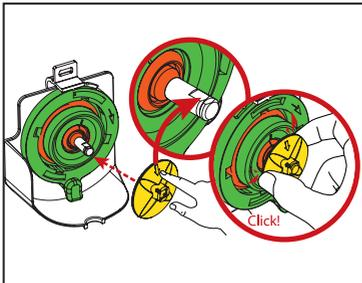

Fig.3
2. Erġa' poġġi l-panċa tal-immuntar fuq il-mutur u x-xaft tal-mikser. Ara li tallinja l-vleġġa fuq il-habbata biex thares lejn il-wiċċ ċatt fuq ix-xaft. Aghfas il-habbata fuq ix-xaft sakkemm "tikklkja" fil-pożizzjoni. (Ara Fig.3)